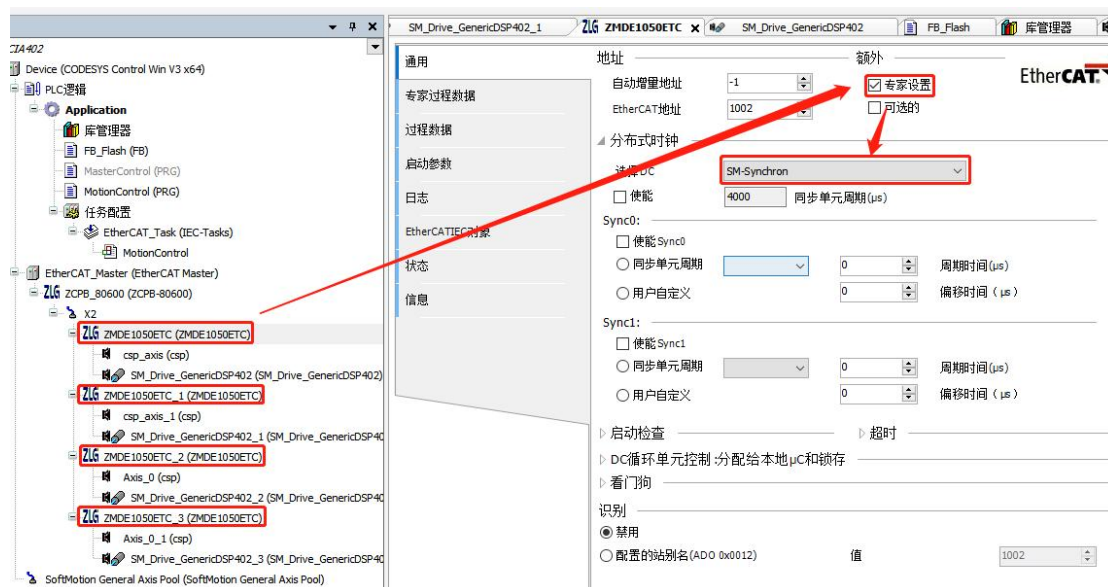

图 4.12 同步模式设置
(10) 由于本测试使用的 PC 主机未授权 CODESYS 运行时环境，故 EtherCAT 总线只能运行于 FreeRun 或 SM 同步模式。分别双击打开每个“ZMDE1050ETC”站点的配置界面，在“通用”选项界面下勾选“专家设置”，然后在“分布式时钟”栏下选择“SM-Synchron”，如下图 4.12 所示。